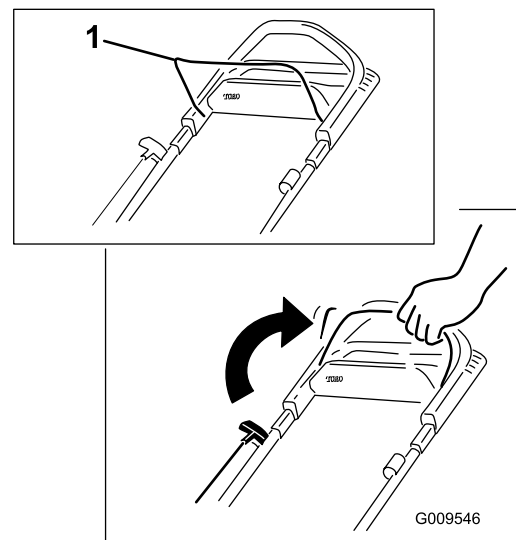

Bild 16
1. Drücken Sie den Schaltbügel gegen den Führungsholm und halten Sie ihn gegen den Führungsholm gedrückt (Bild 16).